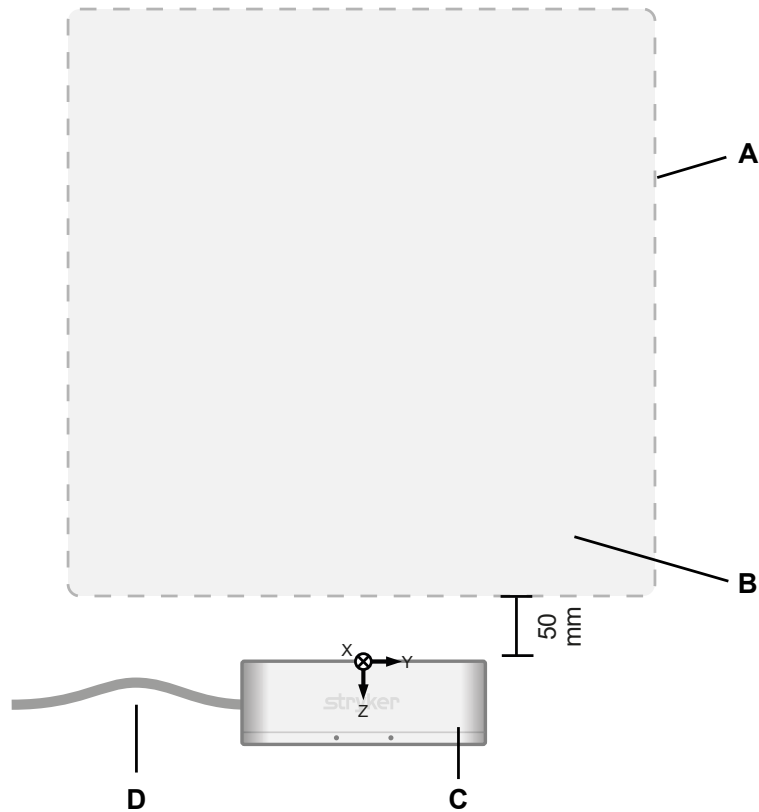

Abbildung 2 – Positionierung des Feldgenerators (Draufsicht)
5. Positionieren Sie den Feldgenerator-Montagearm so, dass der Abstand zwischen dem Feldgenerator und dem Operationsbereich des Patienten 50 mm beträgt. Siehe Abbildung 2.